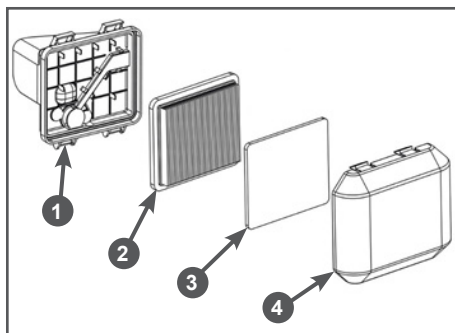

Рис. 14 Обслуживание воздушного фильтра
- Нажмите на фиксаторы и снимите крышку 4 воздушного фильтра (Рис. 14).
- Извлеките из крышки воздушного фильтра предварительный фильтрующий элемент 3 (Рис. 14).
- Извлеките основной фильтрующий элемент 2 (Рис. 14).